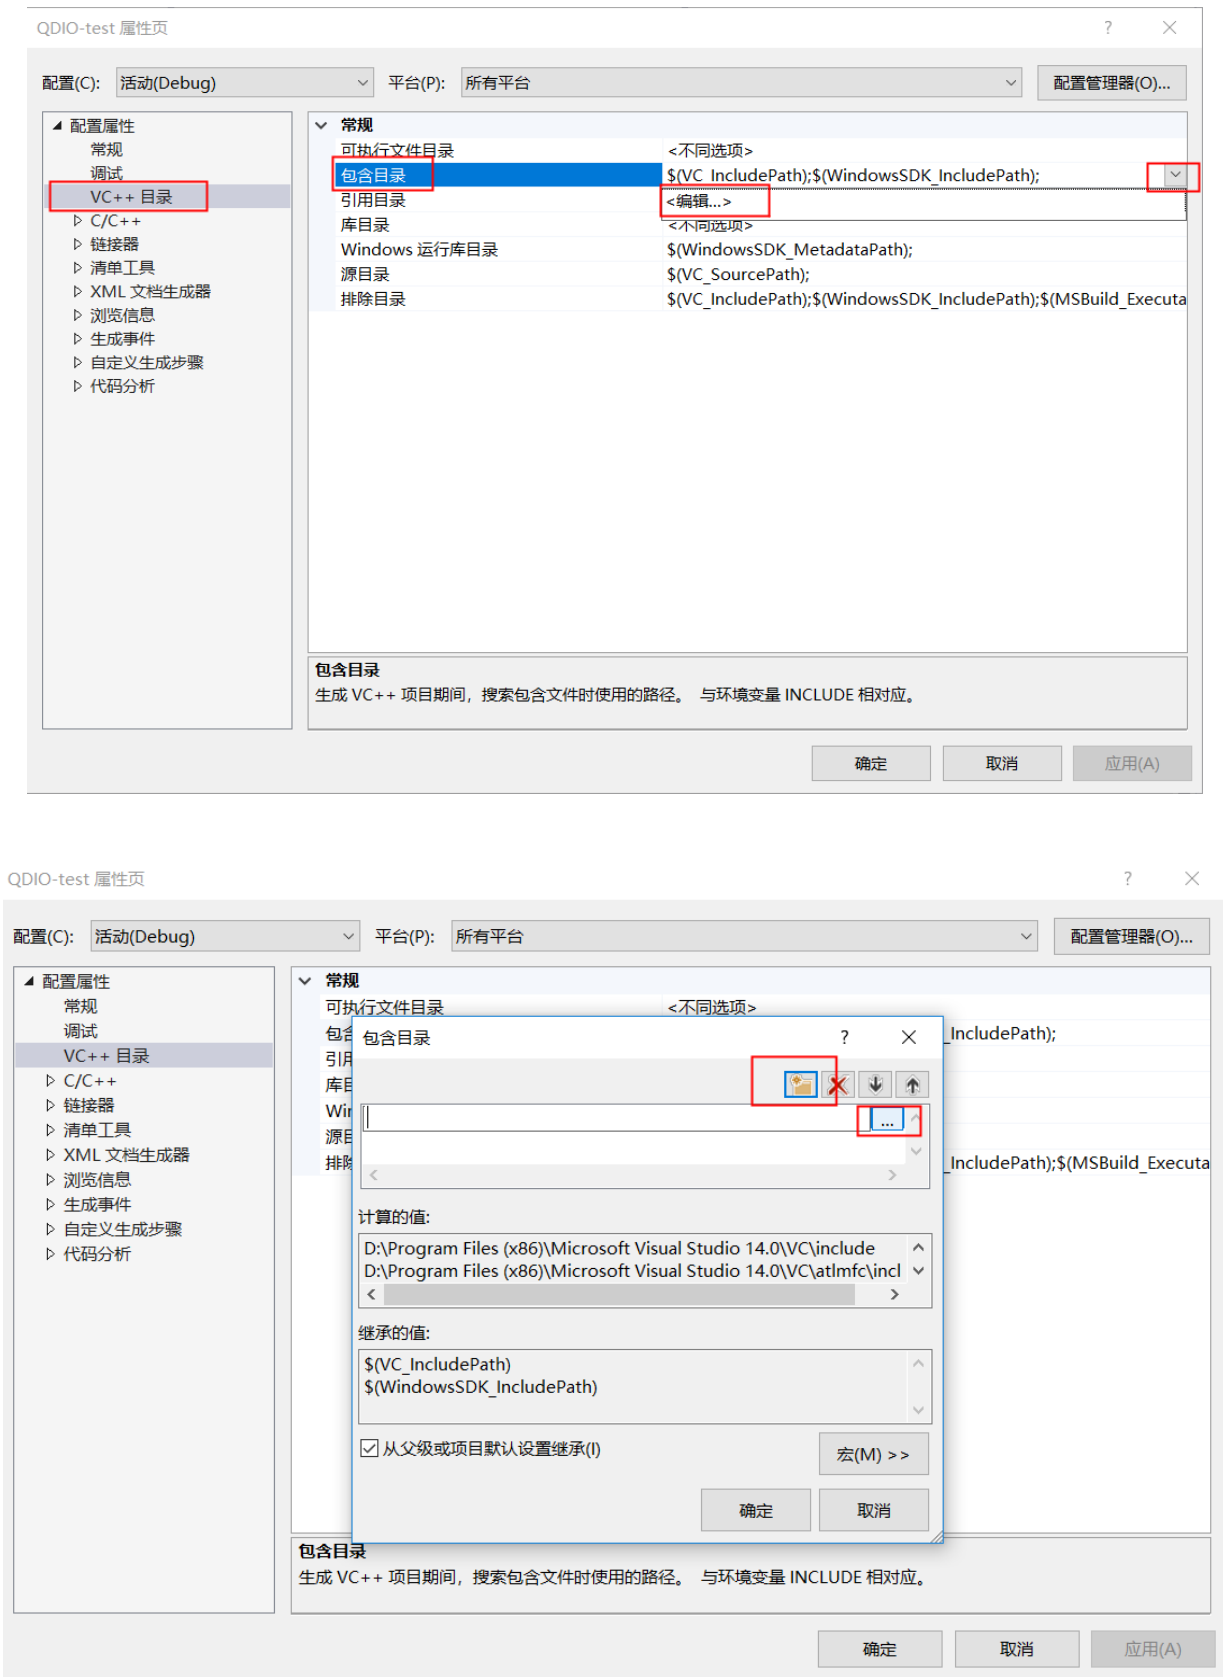

图 4-18 选择文件路径
3. 在属性页左侧选择<VC++目录>，再点击<包含目录>→向下箭头→<编辑>，在此添加包含文件路径，如图 4-18 所示。